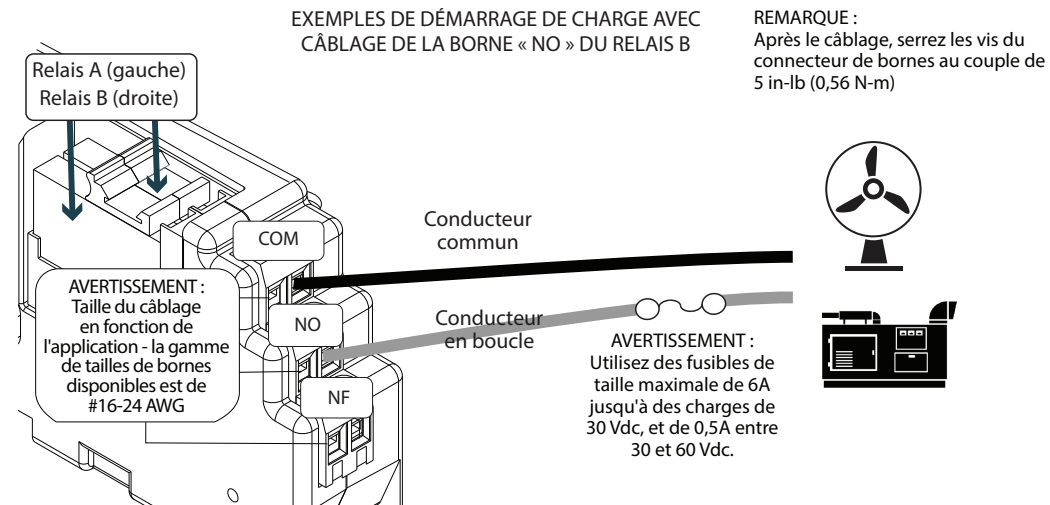

Figure 5-1 - Détail du démarrage de la charge
La source externe, par exemple le générateur, doit être un modèle à démarrage électrique avec starter automatique. Il est recommandé que le générateur ait une capacité de démarrage à deux fils. Consultez les instructions de démarrage automatique du fabricant du générateur pour les générateurs à démarrage à deux fils. Un générateur de démarrage à deux fils automatise généralement la routine de démarrage. Les bornes communes et normalement ouvertes (NO) du relais peuvent être câblées pour effectuer un démarrage de générateur à deux fils - voir la figure 5-1 ci-dessous.